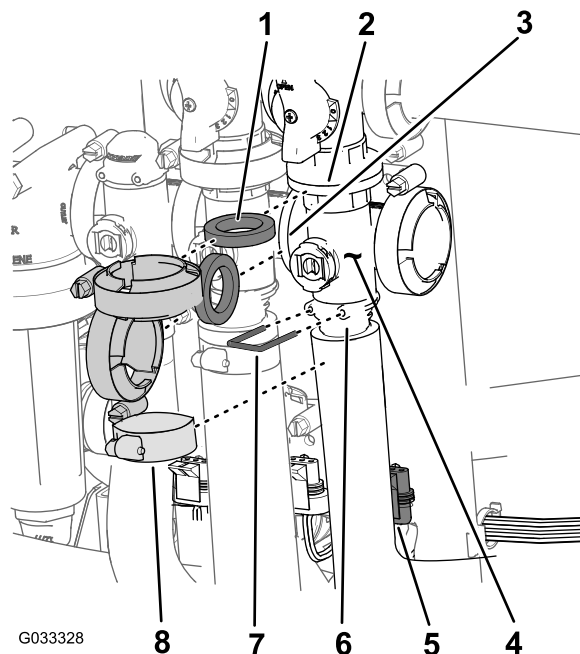

图71
1. 拆下将主喷洒臂段阀歧管（图71）固定至主喷洒臂段旁通阀、搅拌阀和主喷洒臂段歧管阀（在流量计的软管末端）的夹具和垫片。
2. 拆下将出口接头固定至主喷洒臂段阀歧管的卡环（图71）。